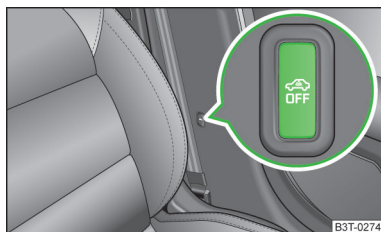

Abb. 37
- Die Symboltaste  » Abb. 37 an der B-Säule auf der Fahrerseite drücken.